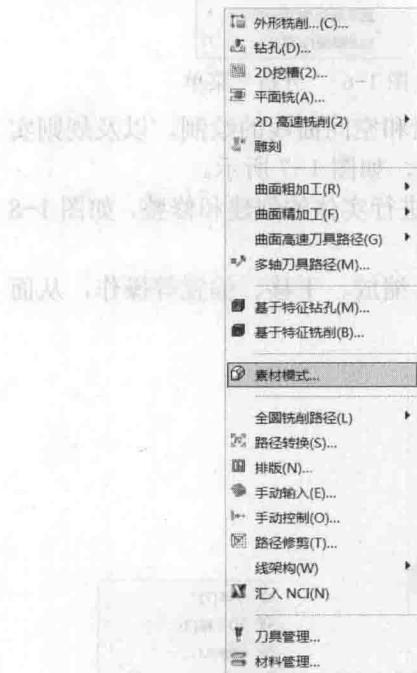

图 1-11 “刀具路径”菜单
(9) 刀具路径 包括各种刀具路径的创建和编辑，以及后处理等功能，如图 1-11 所示。